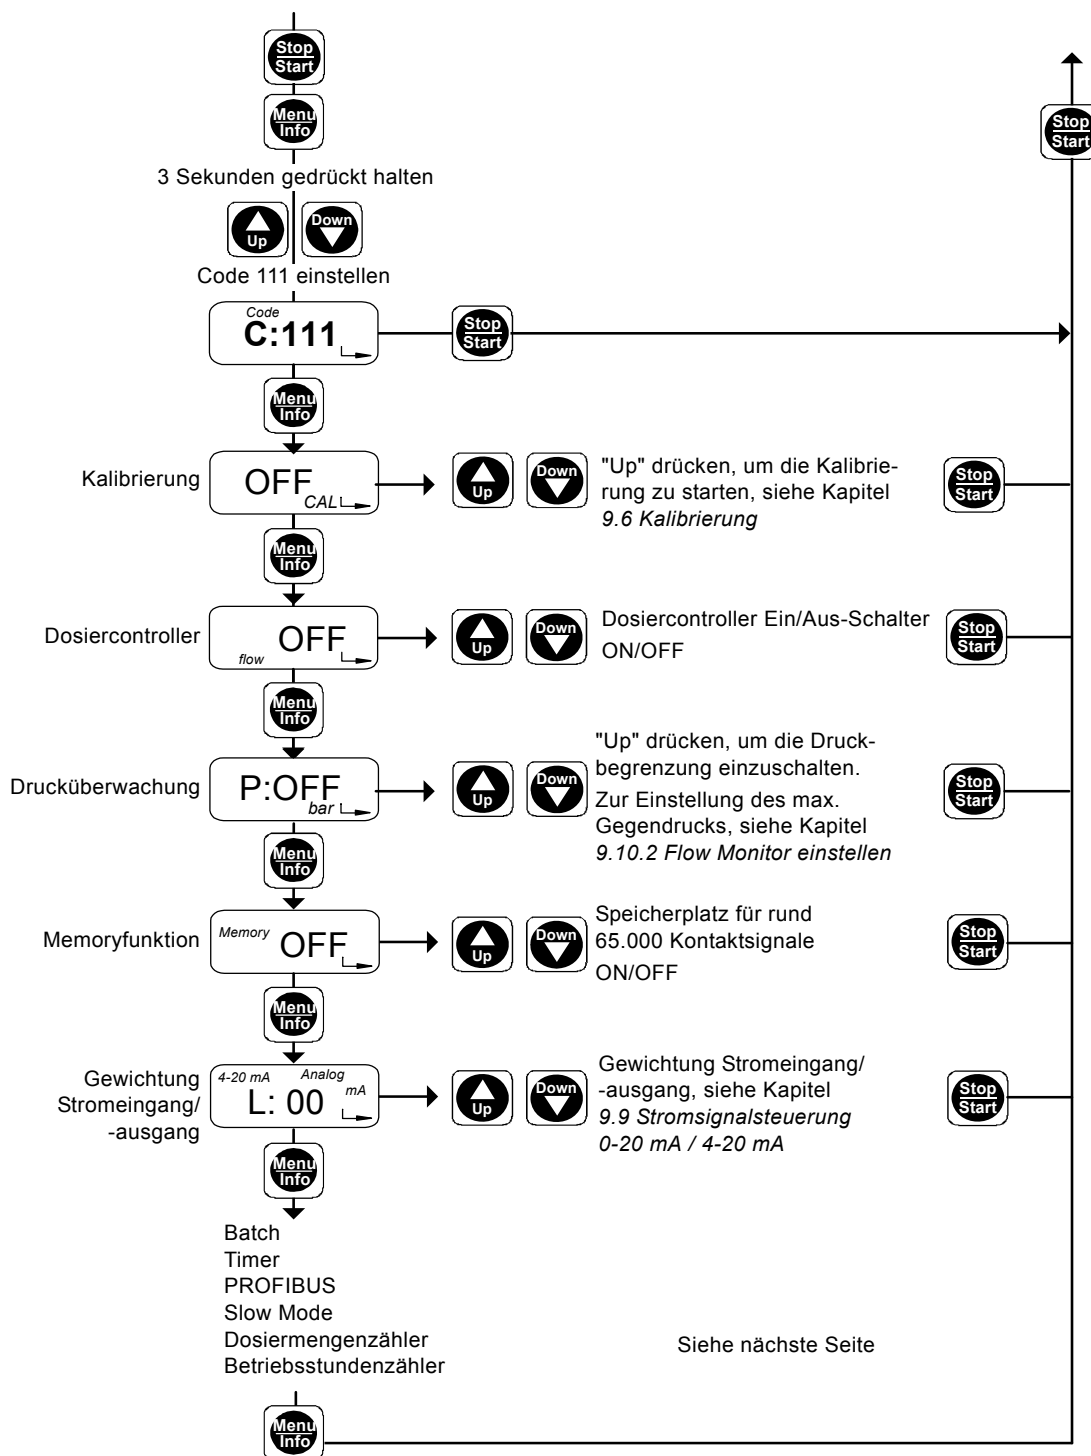

Abb. 28 Zweite Funktionsebene, Teil 1
2. Durch Drücken der "Up"- und "Down"-Tasten können die Einstellungen im entsprechenden Menü vorgenommen werden, siehe Abb. 28 und 29.